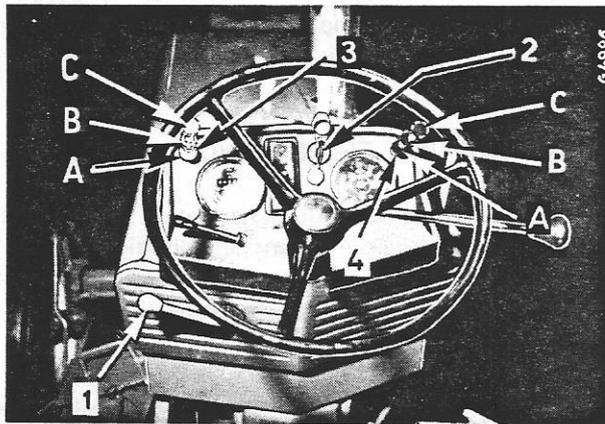

Figure 22
3. Tirez la commande de suralimentation (3, fig. 22) jusqu'à ce qu'elle se place dans sa première position (B) et maintenez-la ainsi.
5. Tirez complètement le contacteur de préchauffage démarrage (4) jusqu'à sa position (C) pour lancer le démarreur. Dès que le moteur démarre, relâchez le contacteur (4) qui reviendra automatiquement à la position neutre (A). Poussez la commande de suralimentation (3) en position (A).
3. Tirez complètement la commande d'arrêt (3, fig. 22), pour arrêter le moteur.